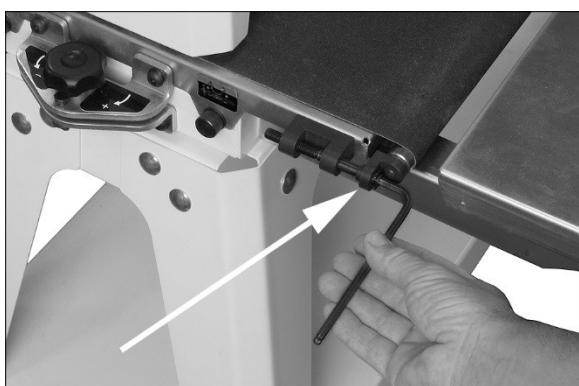

Abb. 8-3: Einstellung der Vorschubband-Spannung
2. Die Einstellschrauben (Abb. 8-3) auf beiden Seiten des Vorschubbandes mit einem 5-mm-Inbusschlüssel verstetzen. Beiderseits gleich, um auf beiden Seiten in etwa die gleiche Bandspannung zu erhalten.